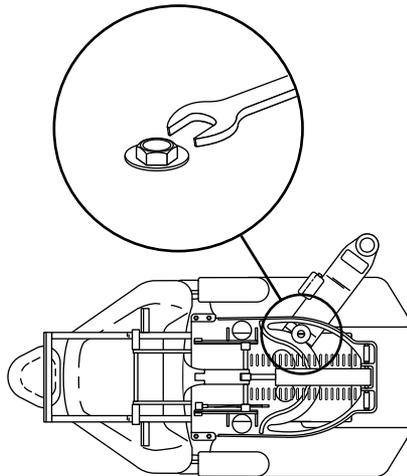

Figura 12. Tuerca de retención
4. Utilice una llave de 15/16 pulgadas para aflojar la tuerca de retención mostrada en la figura 12.